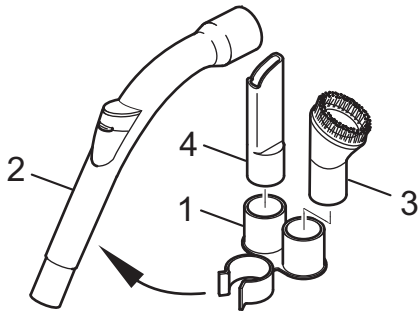

Abb. 4
4. Stecken Sie die Zubehöralterung (Abb. 4/1) auf den Handgriff (Abb. 4/2). Schieben Sie dann Möbelbürste (Abb. 4/3) und Fugendüse (Abb. 4/4) auf die Aufnahmeverrichtungen.
■ Als **Zubehör** sind die Fugendüse und die Möbelbürste im Lieferumfang enthalten. Sie können an der Zubehöralterung (Abb. 4/1) befestigt werden.